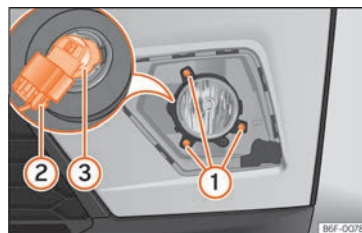

Fig. 58 Faro antiniebla: desmontar el portalámparas
- Retire los 3 tornillos » » fig. 58 ① y extraiga el faro antiniebla.
- Extraiga el conector de la lámpara ②.
- Gire el portalámparas ③ hacia la izquierda y tire.